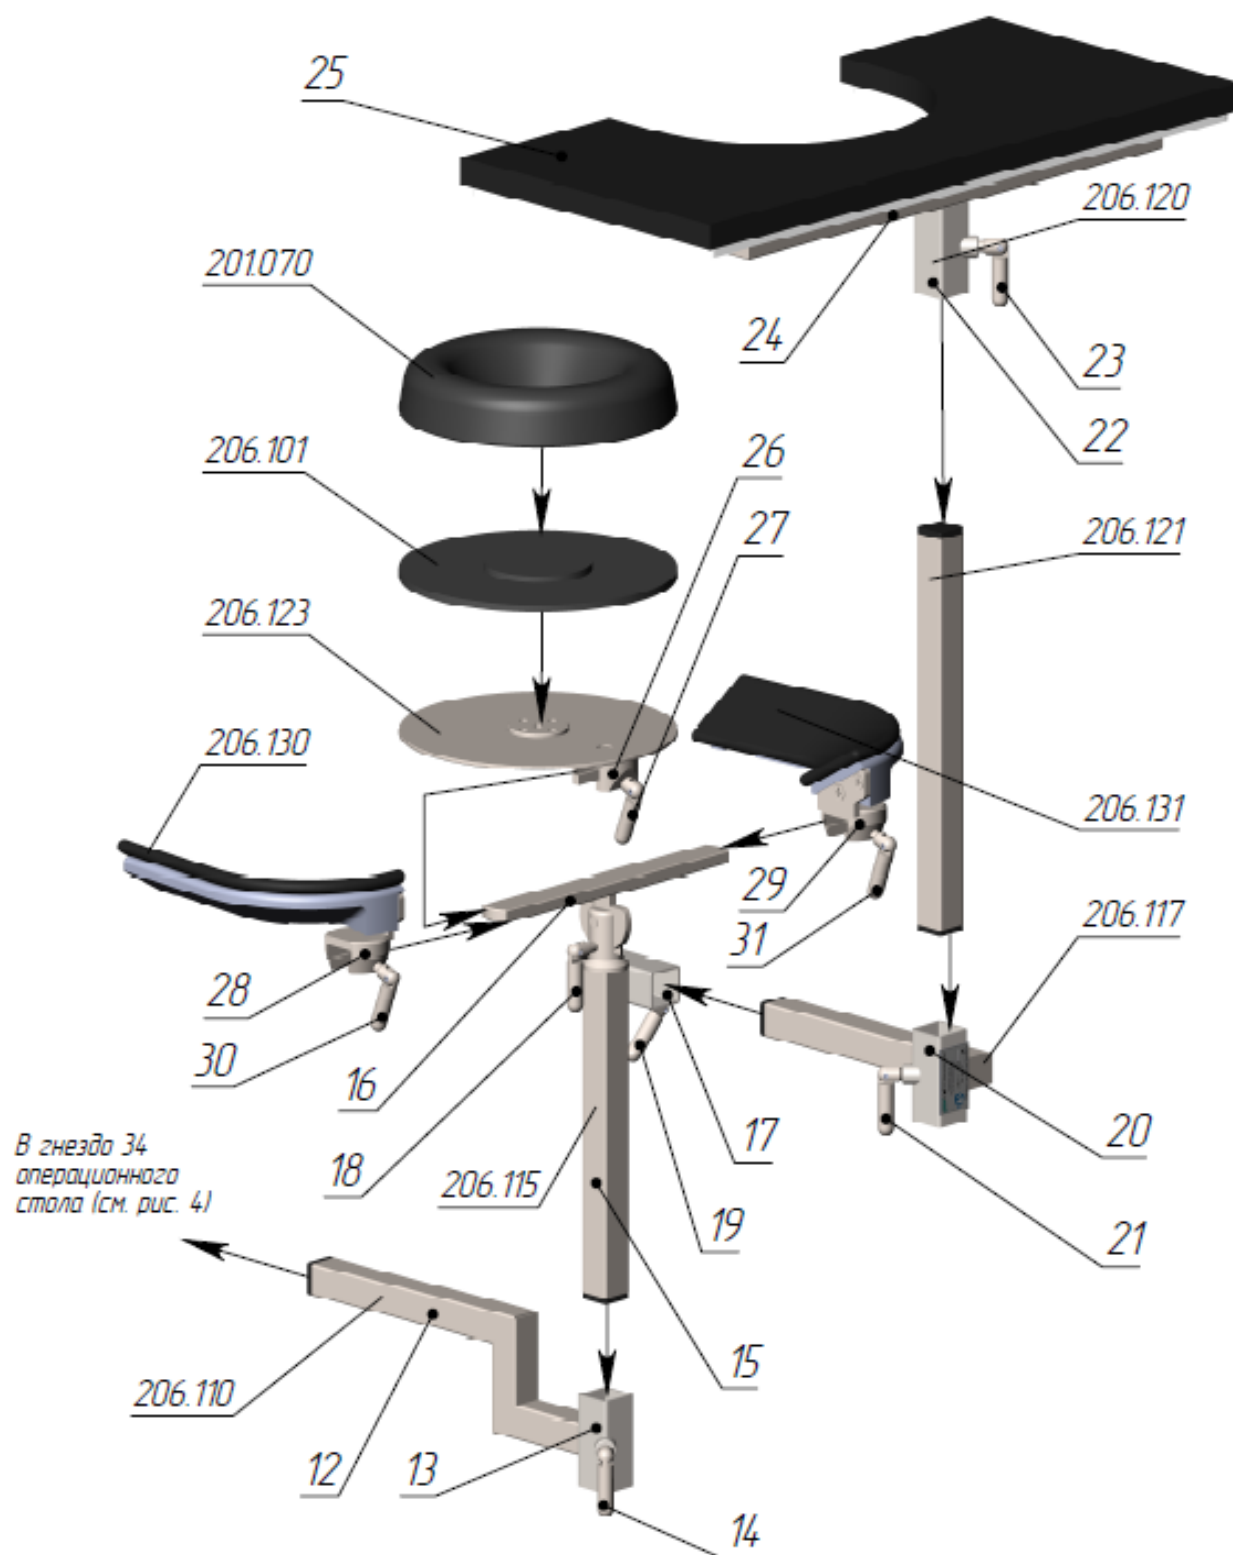
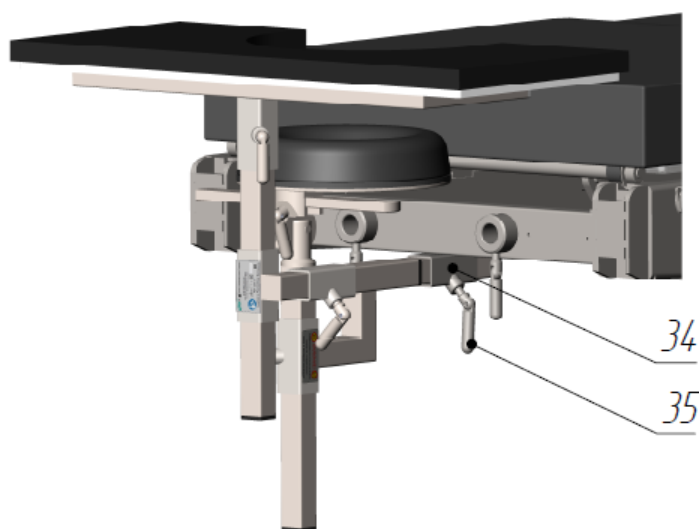

**Рисунок 2.**
**Рисунок 3.**
9.3 В случае использования операционных столов ООО «Мединдустрия Сервис» со встроенными направляющими элементами для крепления лор-офтальмологических и нейрохирургических приспособлений установочная консоль 12 опорного кронштейна (Рисунок 2) комплекта 206.100 вставляется в гнездо 34 (см. рисунок 3) и фиксируется винтом 35. Внутренние размеры гнезда 26x26 мм, длина 70 мм.
- по высоте – перемещением стойки 15 (Рисунок 2) в монтажном узле 13;
- вдоль продольной оси – перемещением опорного кронштейна 206.110 в гнезде 34 операционного стола (Рисунок 3);
- вдоль поперечной оси – перемещением опоры кольца 206.123 или подголовников 206.130 и 206.131 вдоль планки 16 (Рисунок 2);
- по высоте – перемещением стойки 206.121 (Рис. 2) в монтажном узле 20 траверсы 206.117;